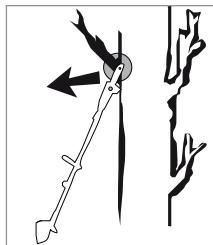

Abb. 2
- Rückschlag kann auftreten, wenn die Spitze des Schwerts 35 einen Gegenstand berührt oder wenn das Holz sich biegt und die Sägekette 34 im Schnitt festklemmt (siehe Abb. 2).